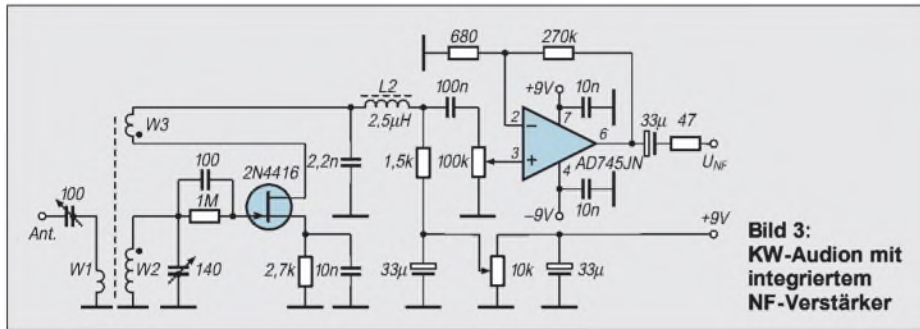

Bild 3:
Bild 3: Wiederhergestelltes Audiosignal (1), AGC-Gleichspannung zwischen Pin 13 und 15 (2) sowie Spannung für die Abstimmanzeige an Pin 13 (3) über der Eingangsspannung
Bild 3 zeigt die einfachste davon. Eine die Demodulation unterstützende Wirkung wird der aus der Röhrentechnik übernommenen RC-Kombination am Gate zugeschrieben. Die Gate-Source-Diode lädt den Kondensator 100 pF. Die Einstellung der Rückkopplung erfolgt über die Variation der FET-Betriebsspannung. Ohne Probleme wird man hier auch andere Typen (BF 245, 256) einsetzen können.